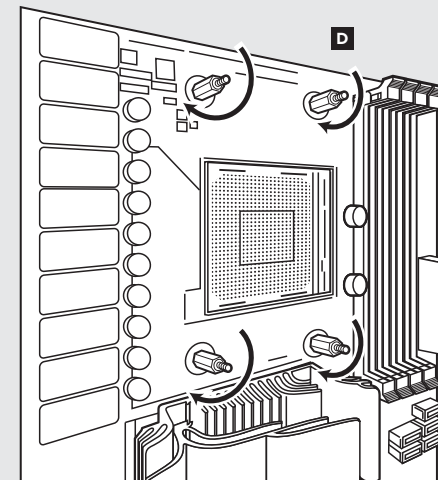

figure 2
- Befestigen Sie den im Lieferumfang enthaltenen AMD-Abstandhalter. (abbildung 2)
- Ziehen Sie alle vier Schrauben fest. (abbildung 2)
- Прикрепите входящую в комплект опору AMD. (Рис. 2)
- Хорошо затяните все четыре винта. (Рис. 2)
- Install the AMD bracket by aligning the metal teeth, pushing in, turning 1/8th turn the opposite direction, and allowing bracket to secure (figure 2).
- Pour installer le support AMD, alignez-le avec les dents en métal, poussez-le, tournez-le d'1/8 de tour dans le sens inverse et vérifiez qu'il est bien immobilisé (figure 2).
- Bringen Sie die AMD-Halterung an, indem Sie die nach innen drückenden Metallzinken ausrichten und dann mit einer Achteldrehung in die entgegengesetzte Richtung drehen, bis die Halterung sicher sitzt (abbildung 2).